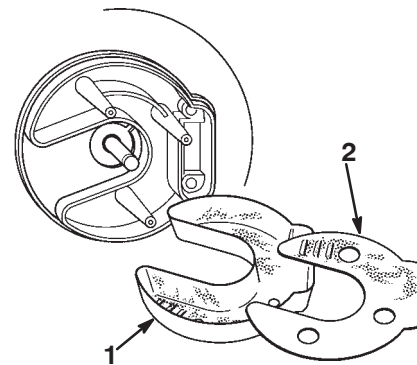

**Figure 87**
5. Retirer la plaque d'entraînement de la lame en frappant avec un marteau en plastique ou en fibre dans le sens de la rotation (Fig. 87) pour la déloger de la partie conique du vilebrequin.